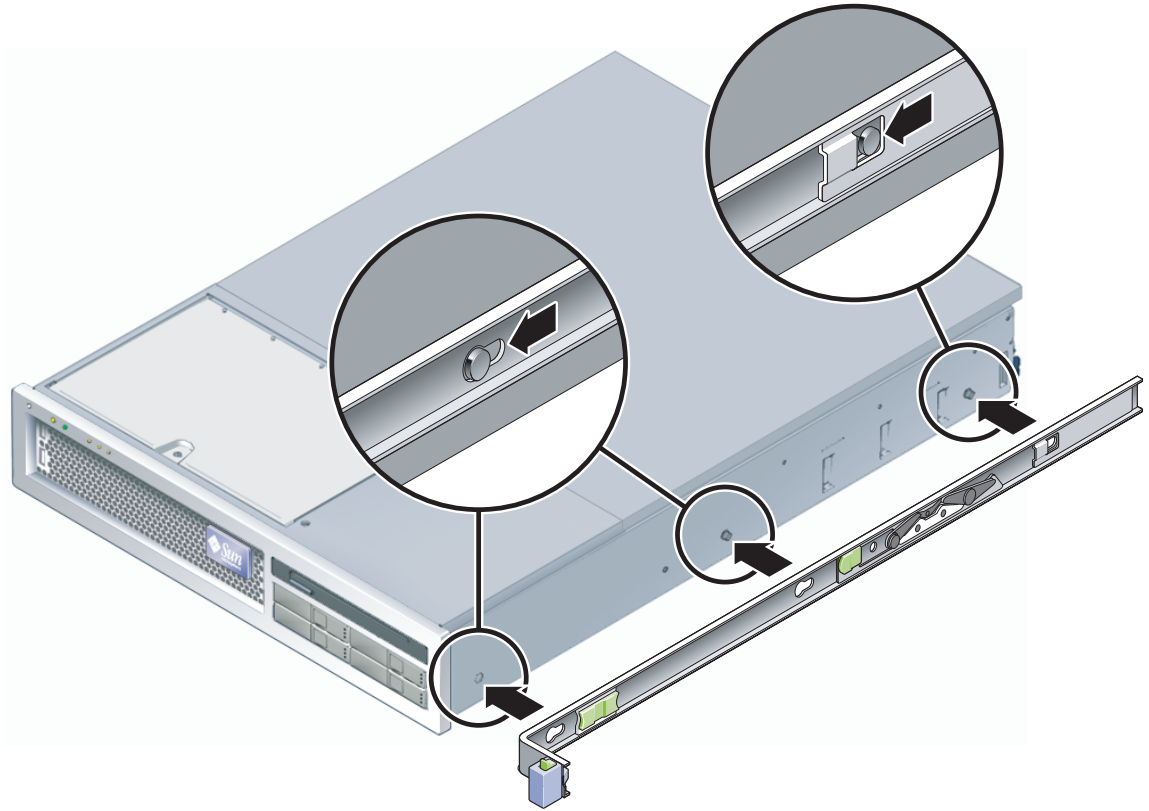

ABBILDUNG 2-4 Anbringen eines Montagebügels am Gehäuse
- a. Setzen Sie den Montagebügel so am Servergehäuse an (ABBILDUNG 2-4), dass sich die Schienensperre vorne befindet und die drei Schlitzte im Montagebügel mit den drei Ausrichtungsstiften an der Gehäuseseite übereinstimmen.
- c. Alle drei Ausrichtungsstifte müssen fest in den Schlitzen sitzen und der hintere Ausrichtungsstift muss, wie rechts in ABBILDUNG 2-4 gezeigt, die Bügelsperre ausgelöst haben.